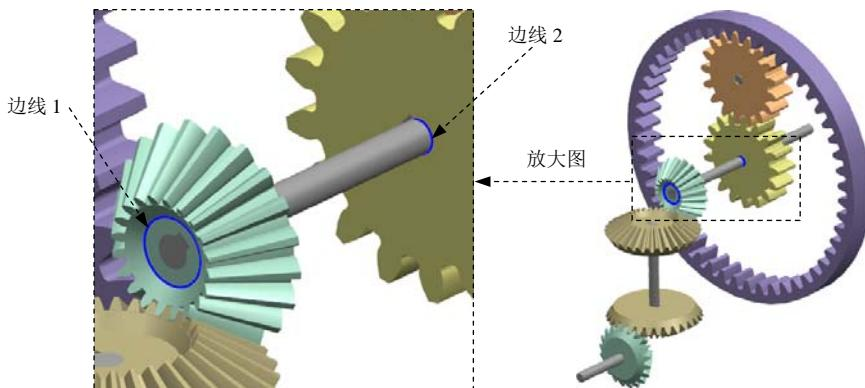

图 5.5.7 定义旋转副
Step13. 定义连杆3中的旋转副。选择下拉菜单**插入(S)** → **运动副(M)…**命令，系统弹出“运动副”对话框；在“运动副”对话框**定义**选项卡的**类型**下拉列表中选择**旋转副**选项；在模型中选取图5.5.7所示的边线1为参考，系统自动选择连杆及原点；在**操作**区域的**方位类型**下拉列表中选择**矢量**选项，在矢量下拉列表中选择**ZC↑**选项；单击**确定**按钮，完成旋转副的创建。
Step14. 定义连杆 4 中的旋转副。选择下拉菜单 **插入(S)** → **运动副(I)...** 命令，系统弹出“运动副”对话框；在“运动副”对话框 **定义** 选项卡的 **类型** 下拉列表中选择 **旋转副** 选项；在模型中选取图 5.5.7 所示的边线 2 为参考，系统自动选择连杆及原点；在 **操作** 区域的 **方位类型** 下拉列表中选择 **矢量** 选项，在矢量下拉列表中选择 **ZC↑** 选项；单击 **确定** 按钮，完成旋转副的创建。